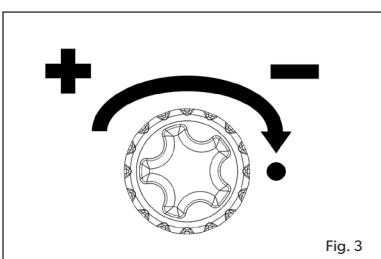

Fig. 3
- Draai de regelknop op de Dual Power Pak tegen de klok in om de gastoovoer te openen (Fig. 3).